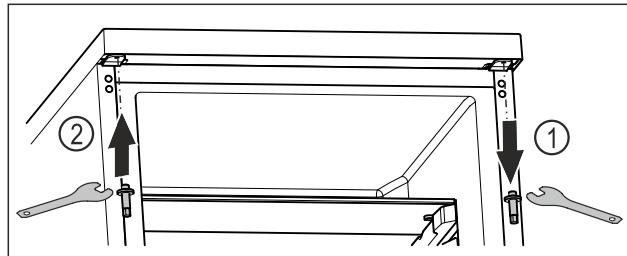

Fig. 18
- ▶ Выкрутите верхний болт ключом с наружным шестигранником. *Fig. 18 (1)*
- ▶ Затяните болт на противоположной стороне ключом с наружным шестигранником. *Fig. 18 (2)*